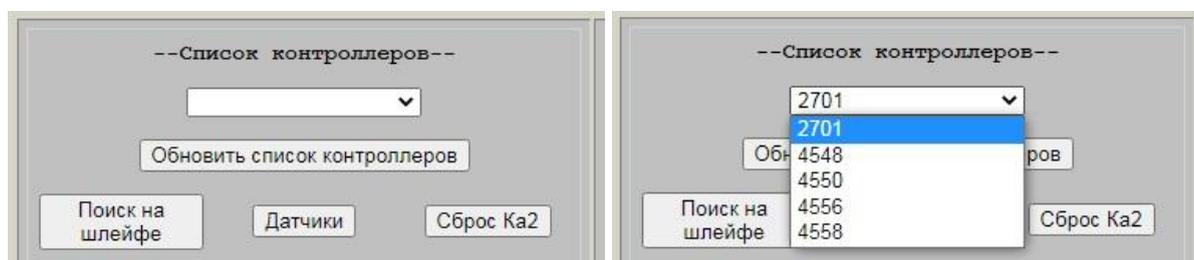
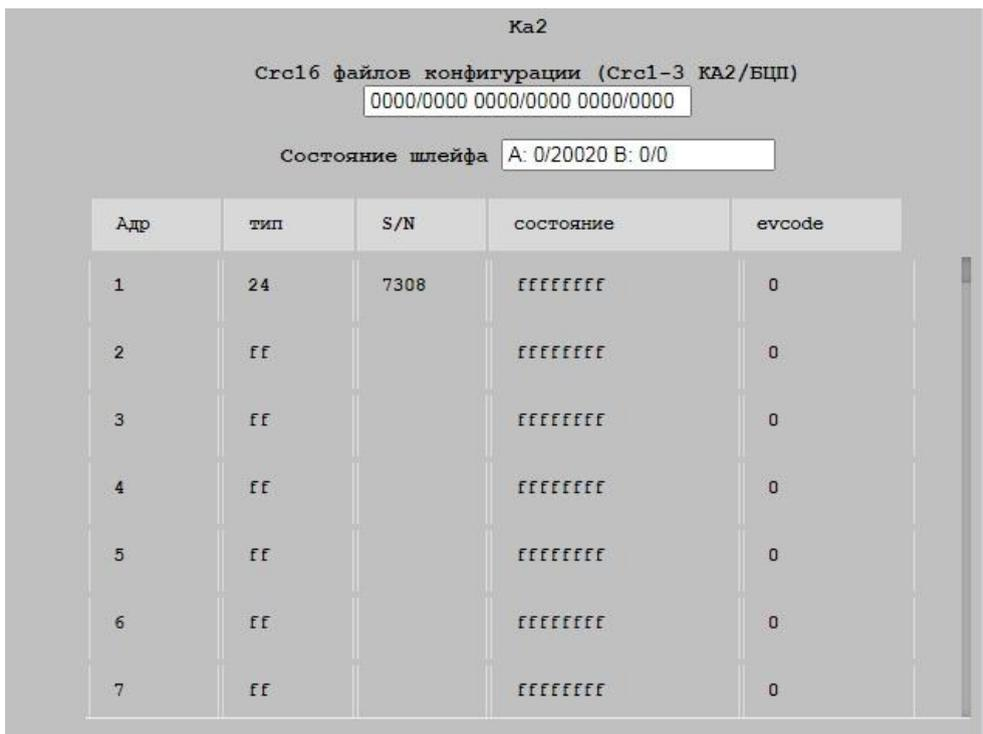

Рис. 5
Рис. 7
3. При нажатии на кнопку “Обновить список контроллеров”, будут выведены номера работающих на данный момент с БЦП контроллеров КА2 (Рис. 5).
5. Кнопка “Датчики” (Рис. 5) выводит слева окно с конфигурацией КА2, списком адресов и устройств на выбранном КА2 (Рис. 7).
6. Кнопка “Сброс Ка2” (Рис. 5) осуществляет перезагрузку выбранного контроллера КА2.